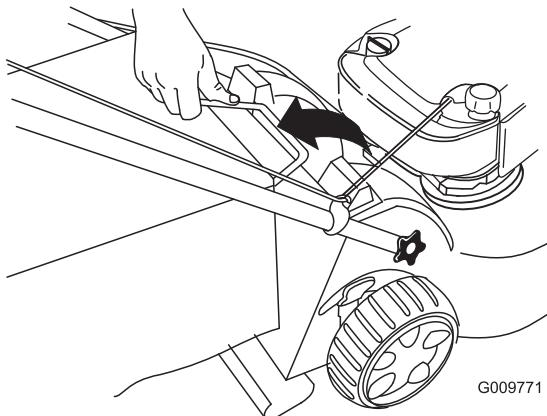

Bild 29
- Heben Sie den Fangkorbbügel aus den Kerben oben an der Maschine und nehmen Sie den Fangkorb ab (Bild 29).